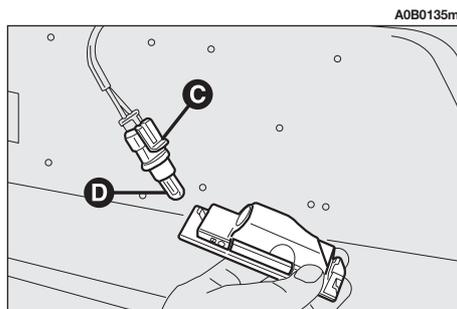

fig. 55
— Estrarre il portalamпада (C-fig. 55) ruotandolo in senso antiorario e sostituire la lampada (D-fig. 55) inserita a pressione.
- Rimontare il portalamпада (C-fig. 55) ruotandolo in senso orario.